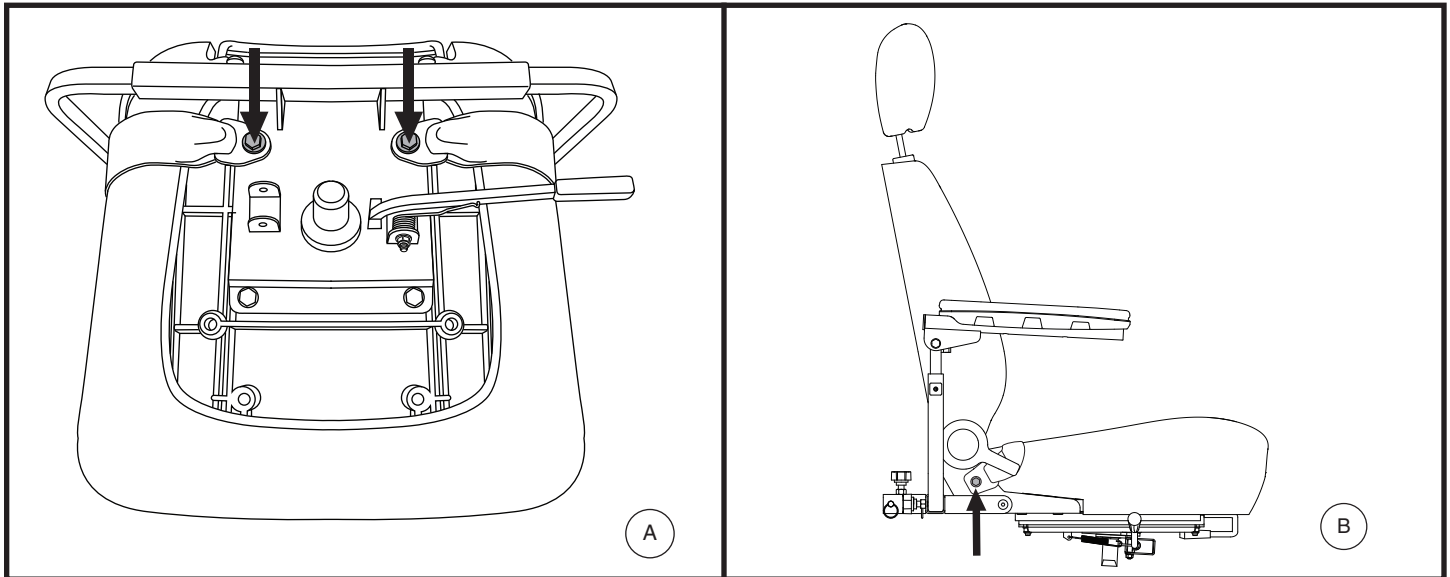

Abb. 17. Befestigungsschrauben des Rückhaltegurts
Ihr Elektromobil ist mit einem KFZ-typischen Rückhaltegurt ausgestattet, der dem Benutzer angepaßt werden kann. **Siehe Abb. 17.** Der Rückhaltegurt wurde konzipiert, um ein Auf- oder Abwärtsrutschen des Fahrers zu verhindern. Der Rückhaltegurt ist nicht als Rückhaltesystem entwickelt worden.
2. Sitz umdrehen, um die Unterseite einzusehen. **Siehe Abb. 17.**